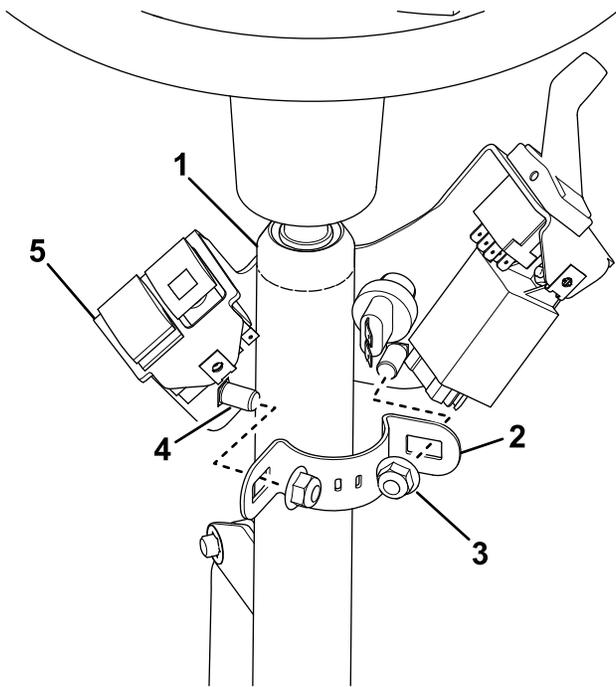

Bild 13
2. Befestigen Sie die Lenksäulenhalterung mit der Befestigungshalterung, zwei Schlossschrauben und zwei Bundmutter an der Lenksäule (Bild 13).